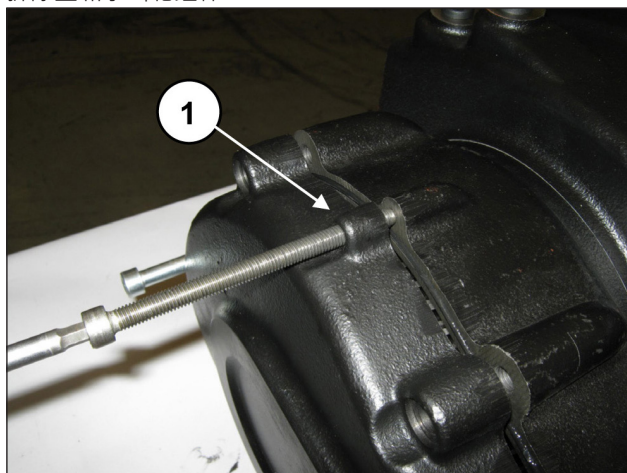

图6
通过提取器逐渐拧紧3个M8螺丝 (位置①, 图6) · 直至完全拆除盖和小齿轮组件。